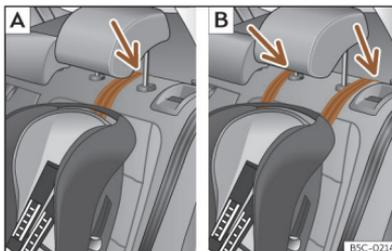
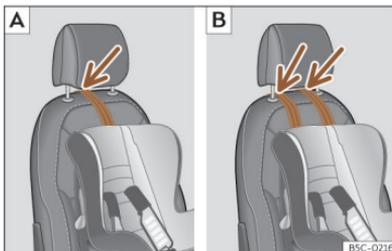

Abb. 44 Rücksitze: Einstellung und Einbau unter Verwendung des Top Tether-Gurts.
Abb. 45 Beifahrersitz: Einstellung und Einbau unter Verwendung des Top Tether-Gurts.
- Führen Sie den Gurt unter der Kopfstütze durch (in Abhängigkeit der Gebrauchsanweisungen des Kindersitzes ggf. Kopfstütze anheben oder entfernen) >>> (Abb. 44), >>> (Abb. 45).